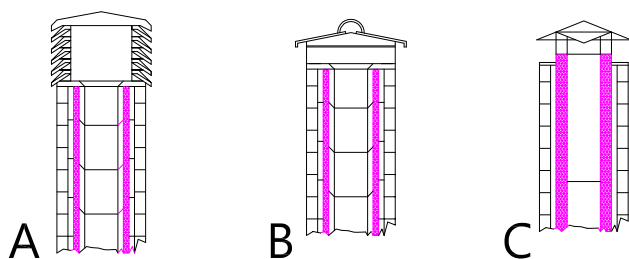

Figura 5
Il comignolo riveste una funzione importante per il buon funzionamento dell'apparecchio riscaldante: si consiglia un comignolo di tipo antivento (A) vedi **Figura 5**.
3. Canna fumaria esterna realizzata esclusivamente con tubi inox isolati cioè con doppia parete minimo Ø120mm: il tutto ben ancorato al muro. Con comignolo antivento (vedi **Figura 5 (tipo A) a pag.7**).